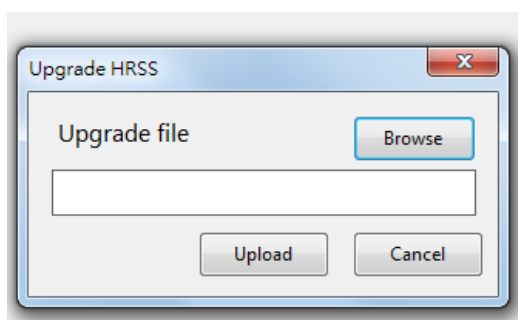

図 2-26 バージョンアップグレードの画面図
- 3-1. 新しいバージョンのコントローラーのソフトウェア HRSS 更新パック (.exe ファイル) を選択し、更新を行います (更新完了後に遮断します)。図 2-26 のとおりです。